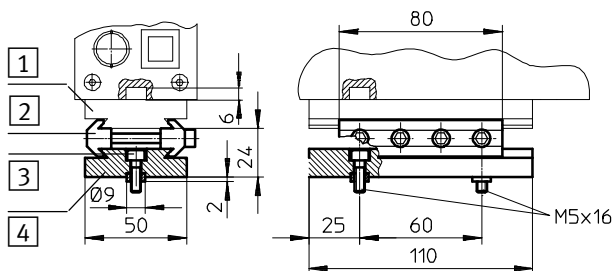

Fig. 2/2: Крепление Checkbox с использованием комплекта для соединения HMSV-12
- Checkbox и блок перемещения были надежно прикреплены друг к другу (Fig. 2/3)